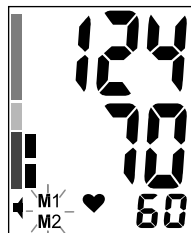

РИС.9
5. В конце измерения прибор выпустит весь воздух из манжеты, на дисплее отобразится результат измерения (рис. 9), продублированный голосовым сопровождением. Будет мигать M1/M2, напоминая, что для сохранения результатов нужно выбрать память 1 или 2, нажав M1 или M2 соответственно. Если в течении 3-х минут не выбрать память, результат не запоминется, а прибор автоматически выключится.